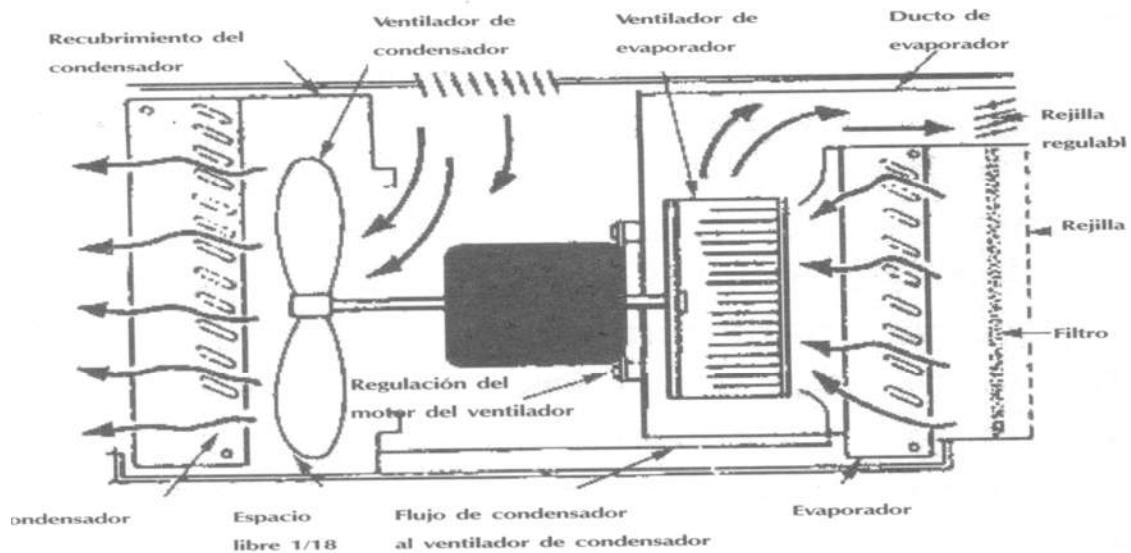

Fig 19: Vista en corte de un AA de ventana
- ☞ **Unidades de ventana:** Se le atribuye este nombre debido al lugar donde este puede ser colocado, esto es, en la ventana de una habitación, o en una apertura hecha en la pared. Solo requieren de una estructura ligera de apoyo o soporte y un tomacorriente con la tensión, frecuencia y capacidad de corriente requerida por el aparato. El equipo se desliza dentro de una caja metálica que le sirve de protección contra los cambios de clima y puede extraerse totalmente para su mantenimiento. En la misma base extraíble se montan todos los componentes del sistema de refrigeración y sus controles (ver fig 19); separando los componentes del lado a alta presión de los del lado de baja, por un panel que provee aislamiento térmico y sonoro. En la parte exterior de este panel se ubican el compresor, condensador, filtro secador, capilar o válvula de expansión automática y motor eléctrico con sus componentes de control. El motor eléctrico dispone de doble salida de eje (una en cada extremo) destinadas a mover el aspa de ventilación del condensador y compresor en su extremo externo, y la turbina de movimiento del aire en a través del evaporador en el extremo opuesto, que pasa al interior a través de un orificio en el panel de separación. En el frente del aparato se ubica el serpentín del evaporador, a través del cual es aspirado el aire ambiental de la habitación. El aire aspirado por la turbina es expulsado a través de unas aperturas dispuestas encima del evaporador para ser devuelto a la habitación. Estas aberturas tienen deflectores cuya función es dirigir el flujo de aire saliente en la dirección que el usuario deseé. Mediante un control se puede abrir o cerrar una toma de aire exterior que permite renovar el aire de la habitación en caso de que este se encuentre viciado; cuando este control se encuentra en la posición abierta el equipo reduce su capacidad de enfriamiento pues está admitiendo una cierta cantidad de aire del exterior, que se encuentra a una temperatura superior. El aire que pasa a través del evaporador condensa humedad del aire, la cual gotea hasta una bandeja recolectora que descarga a través de un orificio dispuesto en el borde exterior de la base.